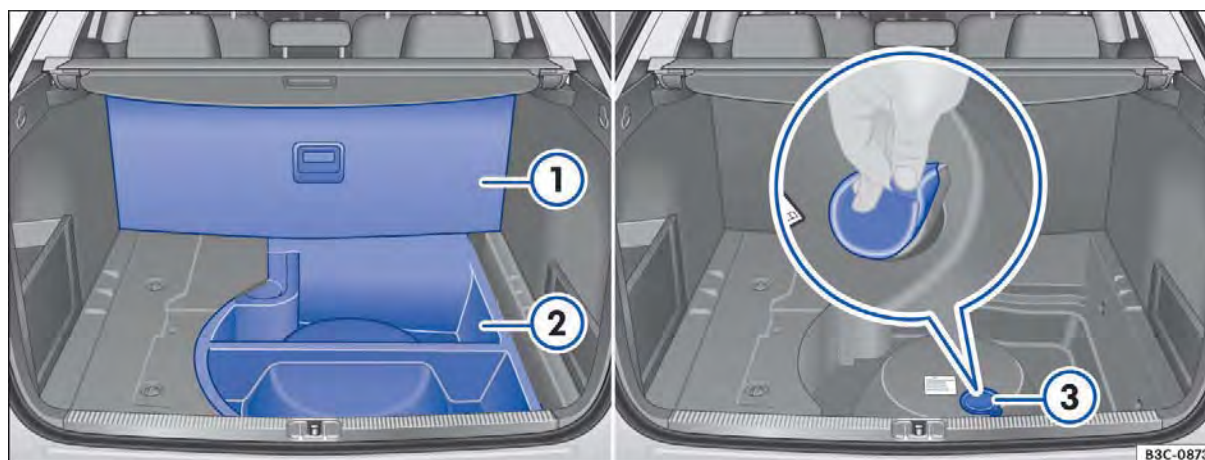
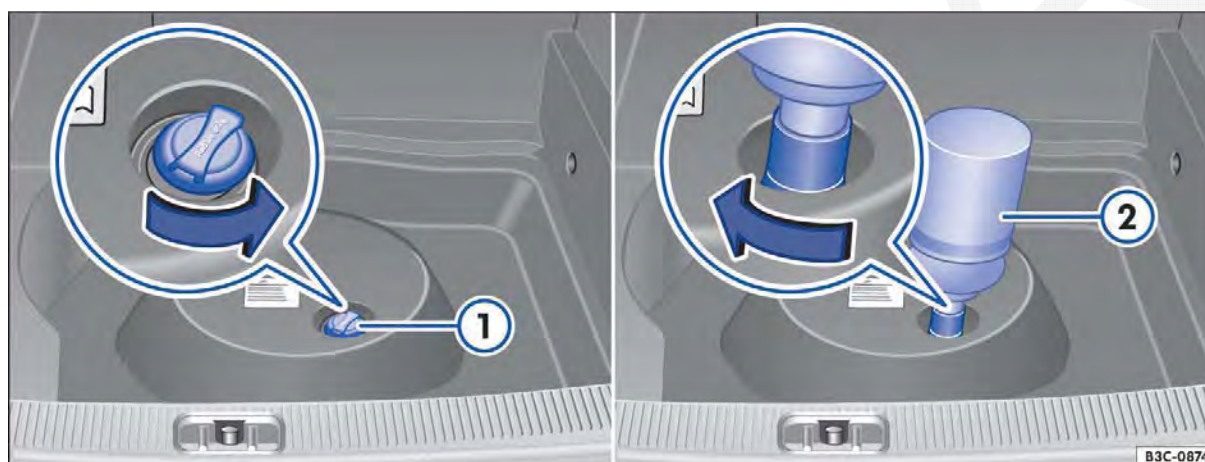

Fig. 194 Compartimento de bagagem com peça de espuma e reservatório de AdBlue.
Fig. 195 Embaixo da peça de espuma no compartimento de bagagem: tanque AdBlue com tampa do bocal de abastecimento e frasco de reabastecimento.
- Rebater o revestimento do assoalho ⇒ Fig. 194 ① para cima e empurrá-lo para trás.
- Remover a peça de espuma ②.
- Retirar a vedação ③ do reservatório de AdBlue®.
- Girar a tampa do bocal de abastecimento do reservatório ⇒ Fig. 195 ① no sentido anti-horário.
- Girar a tampa do bocal de abastecimento do reservatório ① no sentido horário até que ela se encaixe.
- Inserir a vedação cuidadosamente ⇒ Fig. 194 ③.